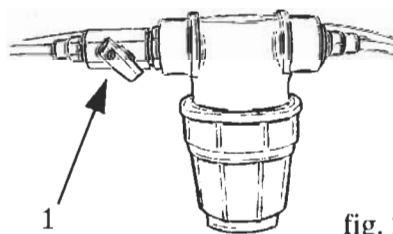

fig. 2
- 2) regolare il rubinetto del flusso d'acqua posto vicino al filtro (fig.2, pos.1) in modo tale che la corsa del pistone di comando della valvola sia la più lenta possibile per evitare eventuali colpi d'ariete alle condotte;
- 2) Adjust the flow regulating valve located on the water filter (fig.2, pos.1), so that the stroke of the valve piston is slow as possible in order to avoid water hammer.